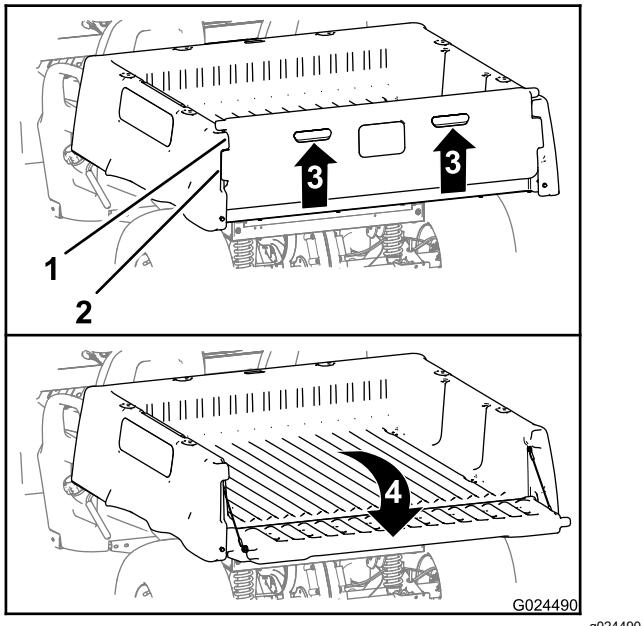

Figura 16
2. Eleve nos locais indicados no painel traseiro da porta traseira (Figura 16).
3. Alinhe as flanges de bloqueio da porta traseira com as aberturas entre as flanges da porta traseira da plataforma de carga (Figura 16).
4. Rode a porta traseira para tr*ás* e para baixo (Figura 16).
6. Rode a porta traseira para cima e para a frente at*é* as flanges de bloqueio estarem justas ao esp*á*o da porta na plataforma de carga (Figura 16).
7. Des*ça* a porta traseira at*é* ficar assente na parte de tr*ás* da plataforma de carga (Figura 16).